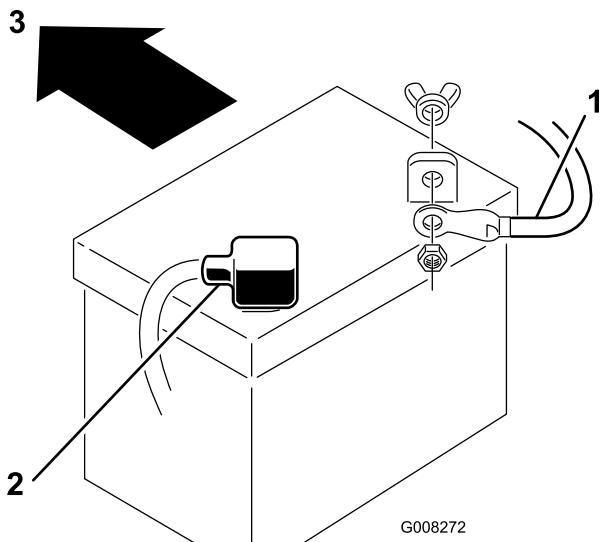

Figura 33
- Desconecte el cable negativo de tierra (negro) del borne de la batería (Figura 33).
- Desconecte el cable positivo (rojo) del borne de la batería (Figura 33).
- Coloque la batería en el chasis con los bornes hacia la parte trasera de la máquina (Figura 33).
- batería (Figura 33). Deslice la cubierta de goma sobre el borne de la batería.
- Usando el perno y la tuerca de mariposa, conecte el cable negativo (negro) al borne negativo (–) de la batería (Figura 33). Deslice la cubierta de goma sobre el borne de la batería.